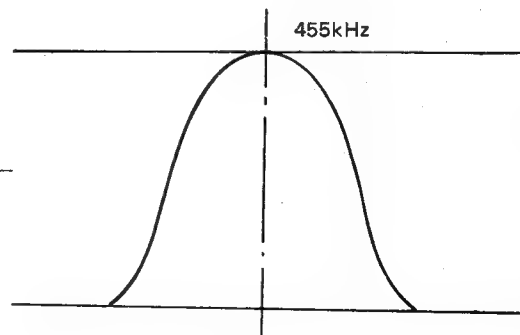

Figure 16.
5. Réduire la puissance de sortie du générateur de balayage suffisamment pour fournir le profil d'onde indiqué à la figure 16.
6. Régler les cylindres de CF 2 et de TA02 de façon à ce que le profil d'onde IF devienne tel que montré sur la figure 16: le profil d'onde doit être symétrique dans le sens horizontal avec la meilleure sensibilité.